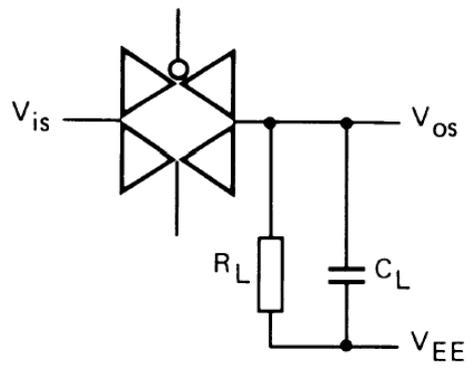

图 4
- $R_L=10K\Omega$; $C_L=15pF$; 通道开通; $V_{is}=V_{DD (P-P)}/2$ (正弦波, 在 $V_{DD}/2$ 处对称), $f_{is}=1KHz$; 如图 4 所示
- $R_L=1K\Omega$; $C_L=5pF$; 通道关断; $V_{is}=V_{DD (P-P)}/2$ (正弦波, 在 $V_{DD}/2$ 处对称); $20lg(V_{os}/V_{is})=-50dB$; 如图 4 所示
- $R_L=1K\Omega$; $C_L=5pF$; 通道开; $V_{is}=V_{DD (P-P)}/2$ (正弦波, 在 $V_{DD}/2$ 处对称); $20lg(V_{os}/V_{is})=-3dB$; 如图 4 所示